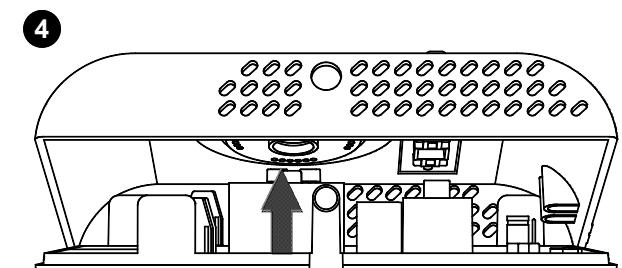

Fig. 5 - Abb. 5
- ➍ Tourner la calotte en exerçant une légère pression jusqu'à l'extraire complètement (Fig. 5).